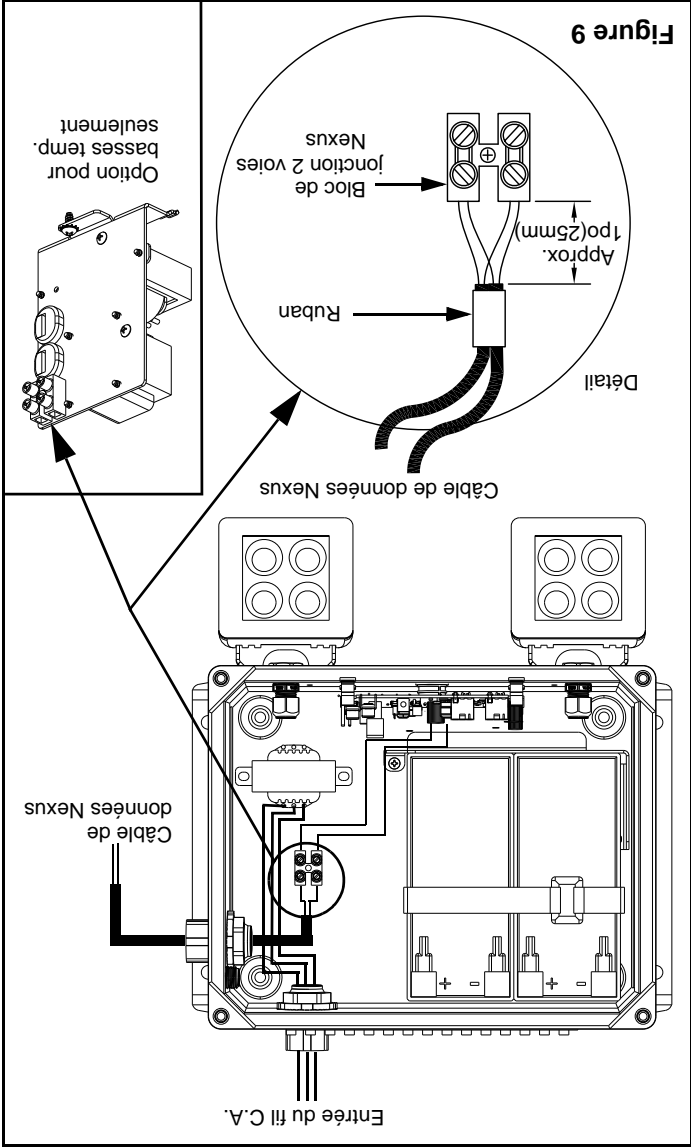

Figure 9
b. NEXUS câble (-NEX): Installer un manchon étanche (répertoire pour Nema-4X) sur le conduit et passer le manchon par le trou du coffret, serrer l'écrou pour une entrée étanche. Au besoin, sceller à l'aide d'un joint de silicone ou équivalent (non fourni) pour empêcher l'infiltration d'eau dans le coffret. Acheminer les câbles de données Nexus dans l'unité par le conduit et le manchon et dénuder l'isolant sur 1 po (25 mm) (détails Figure 9). Les deux câbles sont identiques et tous deux munis de 2 fils de différentes couleurs: couleur A et couleur B. Joindre le fil couleur A de chaque câble et les connecter à la même borne sur le bloc de jonction. Joindre le fil couleur B de chaque câble et les connecter à l'autre borne sur le bloc de jonction. On doit voir 2 fils de même couleur sur chaque borne du bloc (Figure 9).